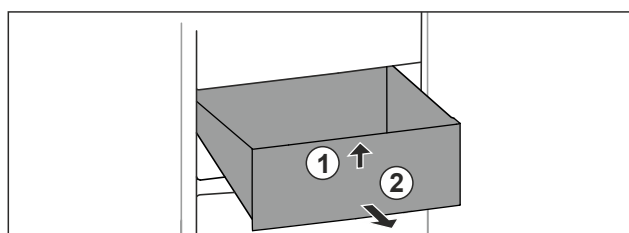

Fig. 105
- Ngrini lart sirtarin në pjesën përpara. Fig. 105 (1)
- Hiqeni sirtarin nga përpara. Fig. 105 (2)